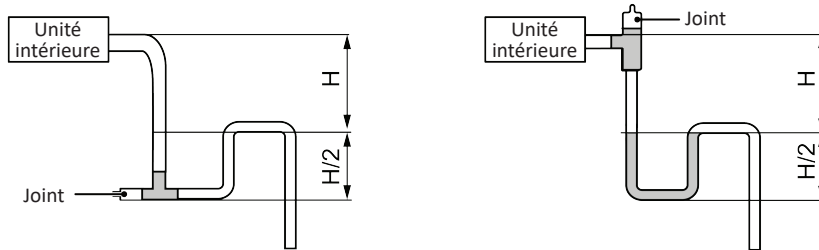

Fig. 4.12
- 6 Posez le siphon comme indiqué sur la Fig. 4.12.